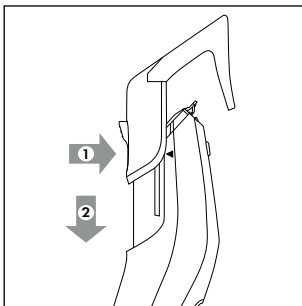

Fig. 2
- ◆ For at påsætte en kamopsats 10/11, skal du trykke på under skærehovedet 1 på apparatet. Vær opmærksom på styreskinne 3 til venstre og højre. Skub kamopsatsen 10/11 ned langs styreskinne 3 (se fig. 2). Hold samtidig knappen bag på kamopsatsen 10/11 trykket inde.